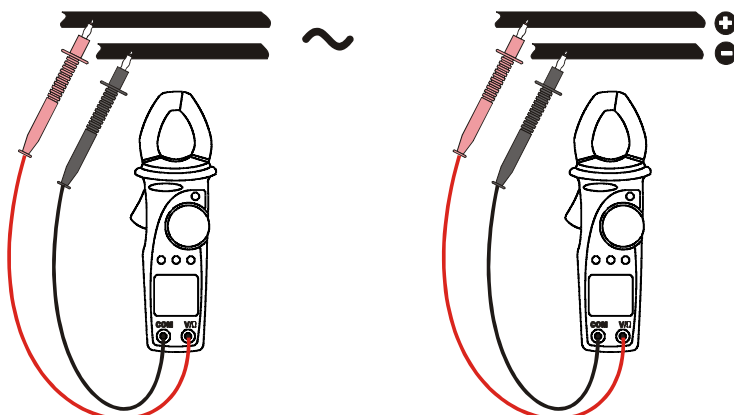

Fig. 4: medida de voltaje CA Fig. 5: medida de voltaje CC
2. Inserte el cable rojo en el terminal de entrada V/Ω y el cable negro en el terminal de entrada COM (ver Fig. 4 o Fig. 5). Use eventualmente el capuchón de goma para alojar la punta roja para operar con más comodidad (ver Fig. 3).